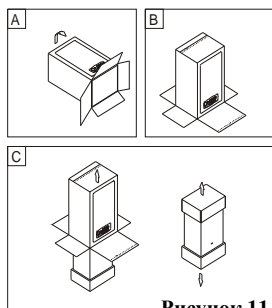

Рисунок 11
1. Разместите упакованный котел (рис. 11) на полу так, чтобы стрелка на коробке показывала вверх, и снимите упаковочную ленту. Откройте коробку;